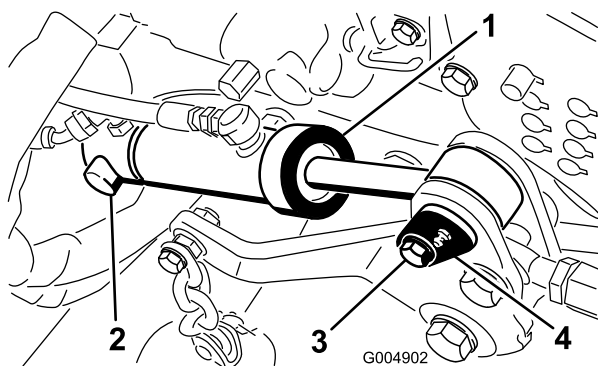
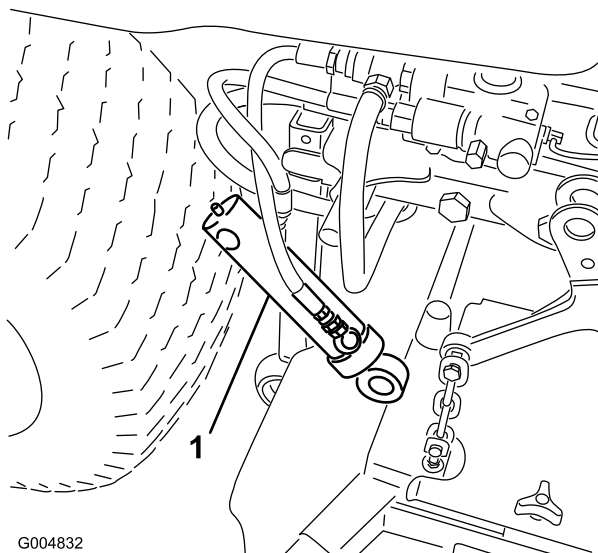

Figura 37
Figura 38
7. Retire el anillo de retención que sujeta el extremo trasero del cilindro de elevación de la carcasa al pasador de giro (Figura 37).
8. Retire el tornillo que sujeta el pasador de giro delantero del cilindro al bastidor de la carcasa de corte (Figura 37). Retire la brida que sujeta la manguera de presión y la manguera del depósito.
9. Retire el pasador de giro delantero y retire el cilindro del pasador trasero (Figura 37). Deje que el cilindro cuelgue de las mangueras sin estorbar (Figura 38).